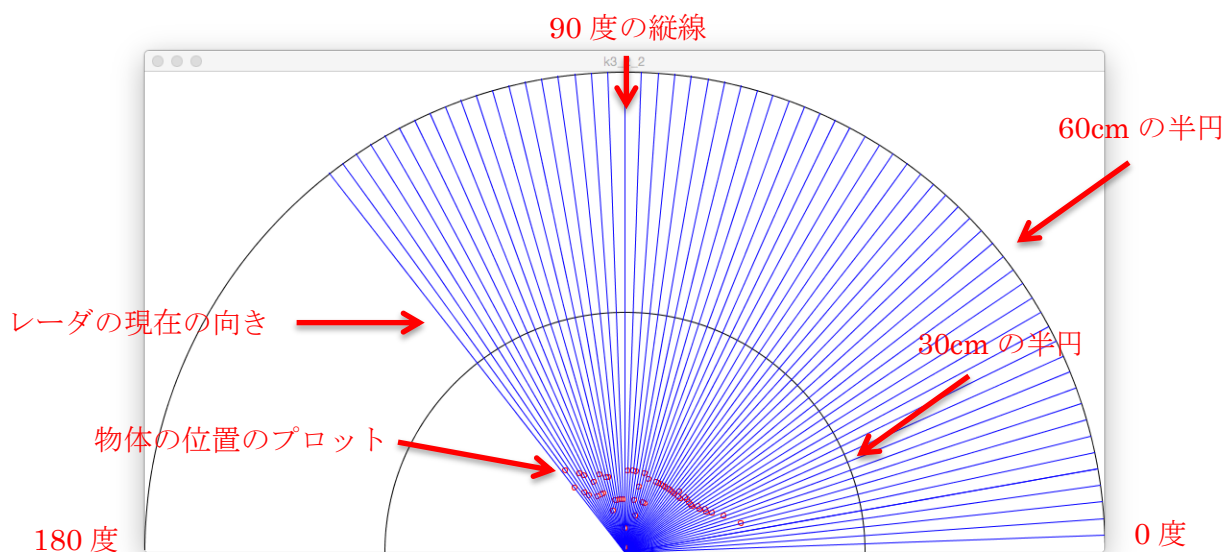

図 7.2.5：レーダによる位置計測
- 計測した物体の位置を 2 次元平面上にプロットする（図 7.2.5）
- 計測している方向を把握できるように、レーダの向きを描画する（図 7.2.5 の青線）